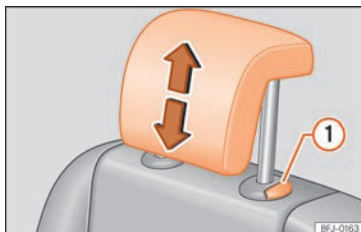

Abb. 114 Hintere Kopfstützen ausbauen: Zweite Sitzreihe.
- Kopfstütze bei gedrückter Taste »» **Abb. 114** **①** ganz herausziehen.